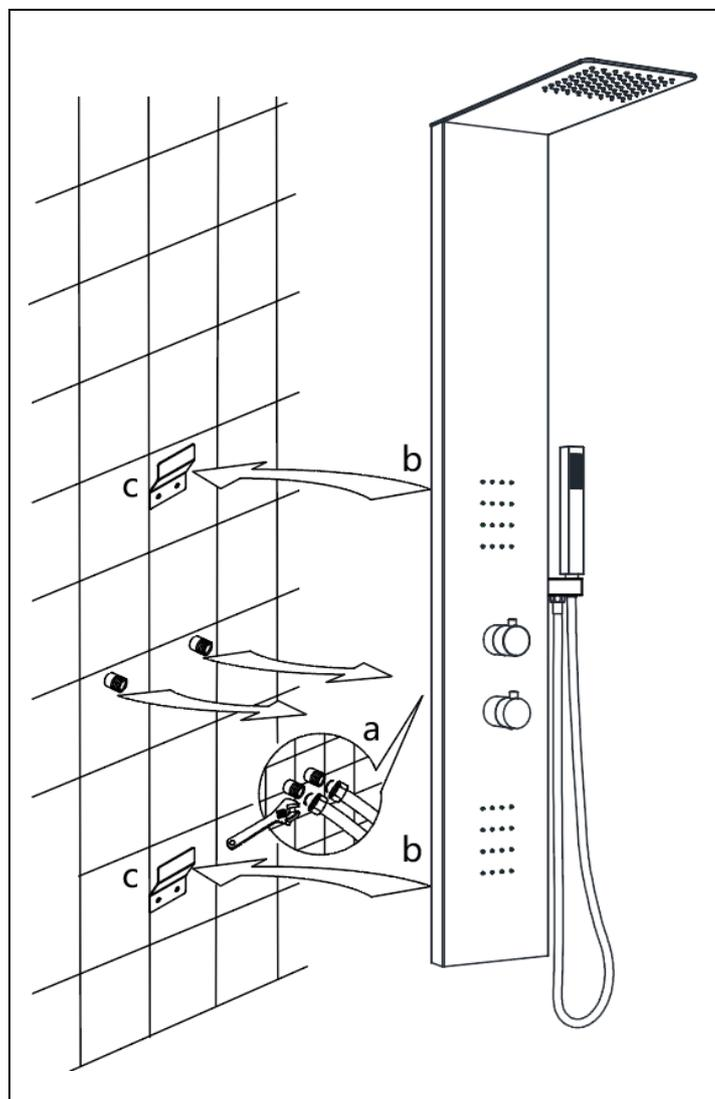

Figura 6
6. Collegate i raccordi flessibili dell'acqua calda e dell'acqua fredda alle rispettive uscite dell'acqua a muro (*figura 6, a*).
7. Posizionate la colonna doccia a muro (*figura 6*), innestando gli attacchi (*b*) sui supporti murali (*c*).